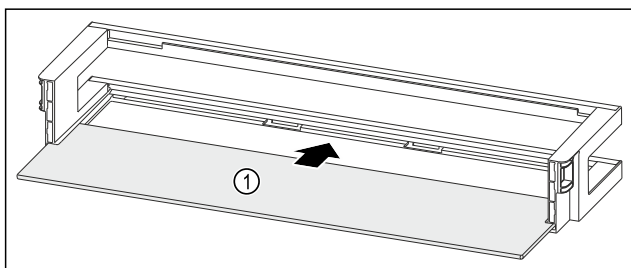

Fig. 224 Dveřní přihrádka s odkládací plochou
- ▶ Odkládací plochu Fig. 224 (1) zasuněte do bočních vybrání.